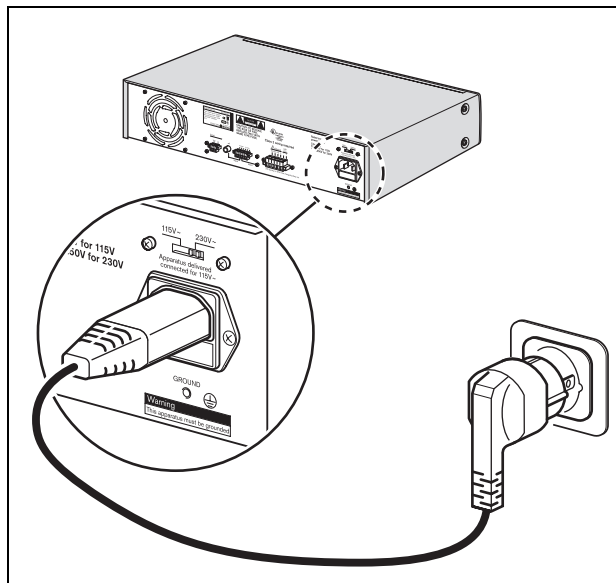

figure 5.1: Sélecteur de tension
- 1 Assurez-vous que le sélecteur de tension secteur (115V/ 230V CA) est correctement réglé pour la tension du secteur de votre pays (voir figure 5.1).
- 2 Assurez-vous que l'interrupteur power (1) à l'avant de l'unité est activé - enfoncé.